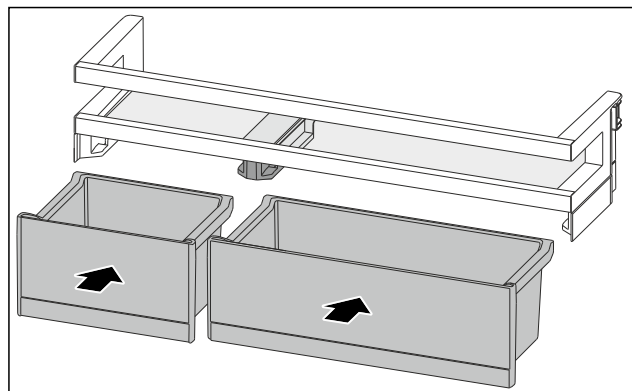

Fig. 175
- Ievietojiet VarioBox samainītajā kārtībā. (skat. Fig. 175)